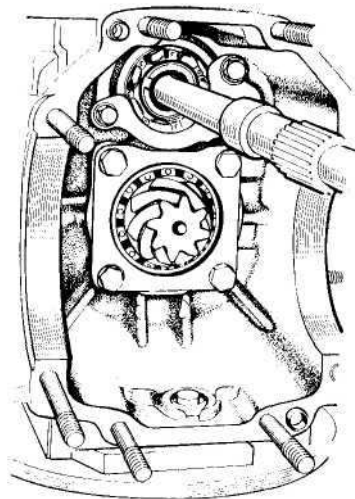

Рис. 139. Вид со стороны ведущего вала
- установите ведущий вал 26 (рис. 117) с подшипником, поставьте крышку 24 заднего подшипника ведущего вала и закрепите её болтами 25 с пружинными шайбами (момент затяжки 1,8...2,5 кгс·м). Вид со стороны ведущего вала показан на рис. 139;